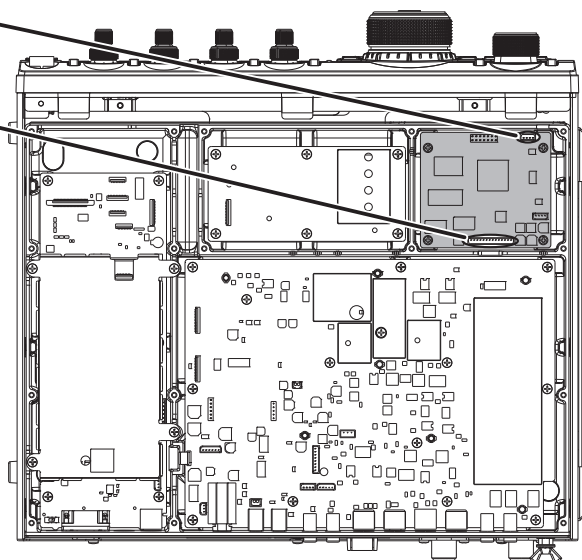

FIGURE 3
6. En vous référant à la Figure 3, branchez les câbles appropriés aux connecteurs à 4 broches et 14 broches du **FFT-1** respectivement.